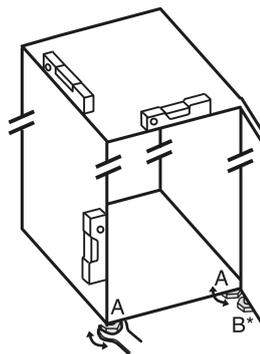

Fig. 6
- ▶ Svitare i piedini regolabili Fig. 6 (A) con la chiave a forchetta contenuta nella fornitura e con l'aiuto di una bilancia idrostatica, finché l'apparecchio non si trova in posizione stabile e piana.
- ▶ Con la chiave a forchetta in dotazione, svitare il piedino regolabile Fig. 6 (B) sul cuscinetto di supporto inferiore, fino a farlo appoggiare sul pavimento.
- ▶ Ruotare ulteriormente il piedino regolabile Fig. 6 (B) di 90°.